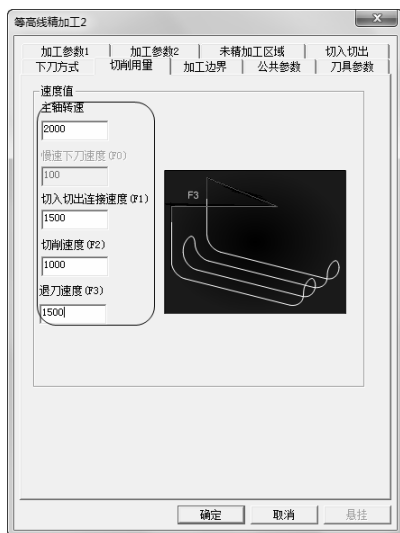

图 3-117 “切削用量”选项卡
6) 单击“切削用量”选项卡，设置“主轴转速”、“切入切出连接速度”、“切削速度”、“退刀速度”，具体参数数值如图 3-117 所示。